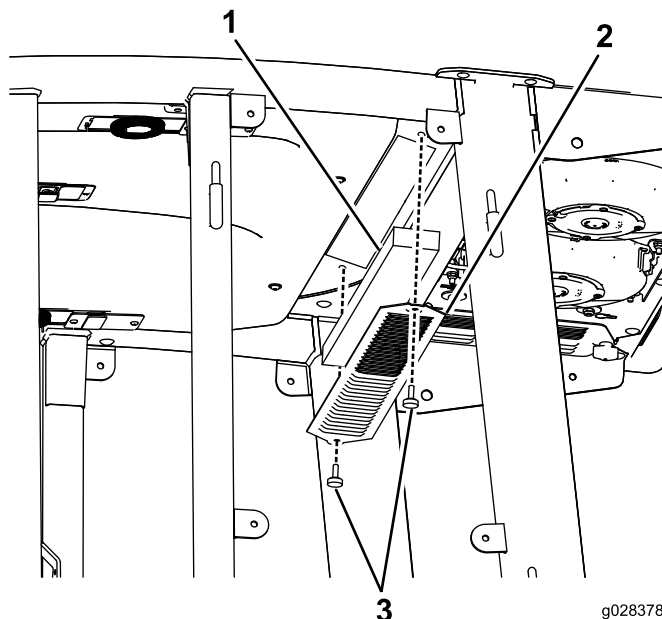

Figure 92
1. Retirez les vis et les grilles des filtres à air intérieur et arrière de la cabine (Figure 92).